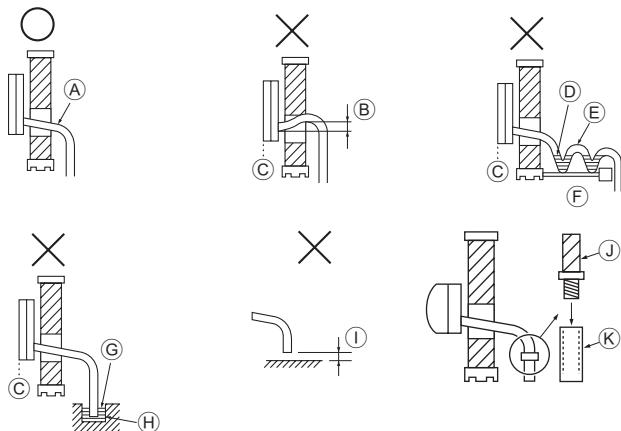

Fig. 5-1
- Ⓓ Bande de feutre ④
5.1. Mise en place du tuyau d'écoulement (Fig. 5-1)